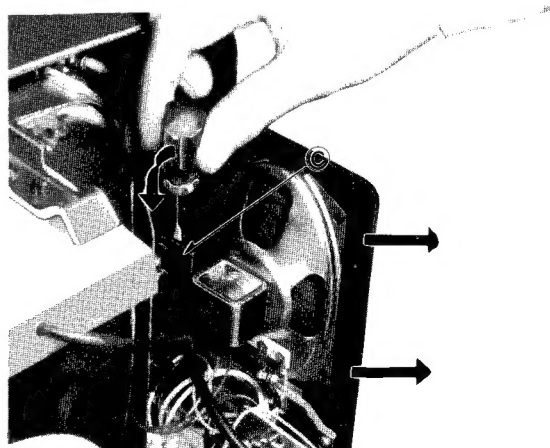

Fig. 4 Abb. 4
1. Push the stopper (C) using a screw driver and pull the speaker block as in Fig. 4.
1. Den Propfen "C" mit einem Schraubenzieher eindrücken und den Lautsprecher wie in Abb. 4 herausziehen.